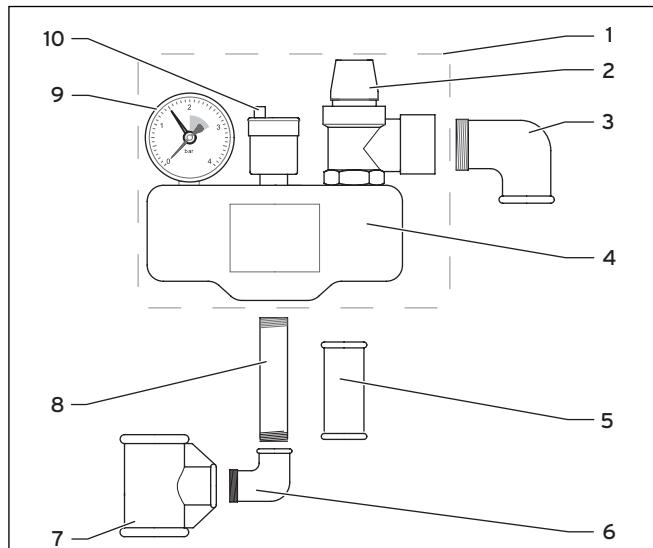

Fig. 3.1 Grupos de seguridad
- Compruebe la integridad del volumen de suministro tomando como referencia la fig. 3.1 y la tab. 3.1.
- Compruebe una vez al año y con cada puesta en servicio, el funcionamiento de la válvula de seguridad (2, fig. 3.1)